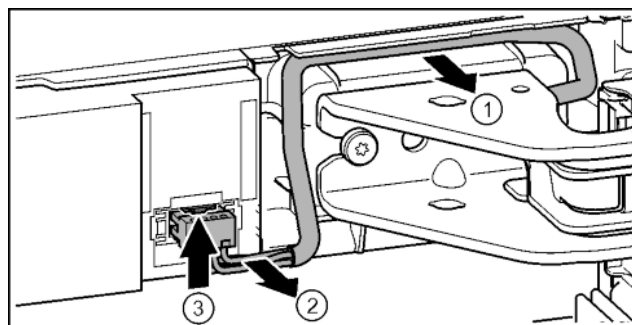

Fig. 17
- ▶ Осторожно освободить кабель над опорным кронштейном из направляющей. Fig. 17 (1)
- ▶ Аккуратно вытянуть жилы кабеля из канала. Fig. 17 (2)
- ▶ Прижать соединительную накладку вверх и осторожно вынуть штекер. Fig. 17 (3)